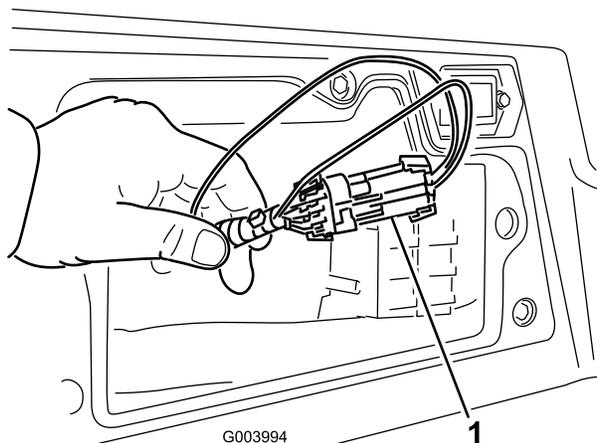

Figura 49
3. Localice el arnés de cables y los conectores, que están situados cerca del controlador (Figura 49).